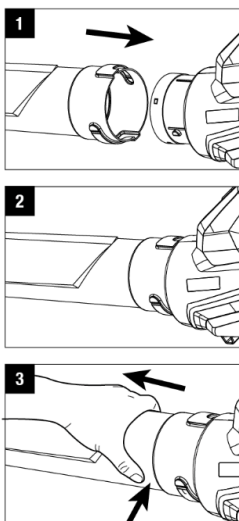

Рисунок 2. Схема встановлення повітряної насадки.
5.1.2 Встановлення повітряної насадки, вказівки щодо зменшення шуму або вібрації (рис. 2).